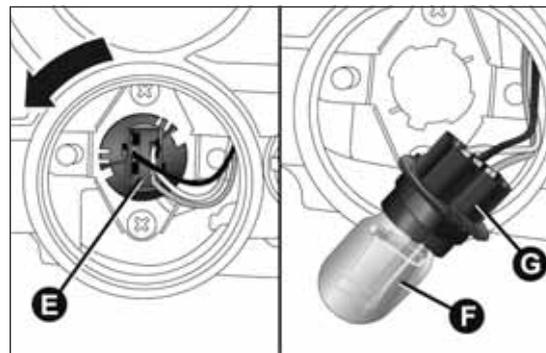

fig. 177
- girar hacia la izquierda el portalámparas E fig. 177, extraer la lámpara F del conector G y sustituirla;